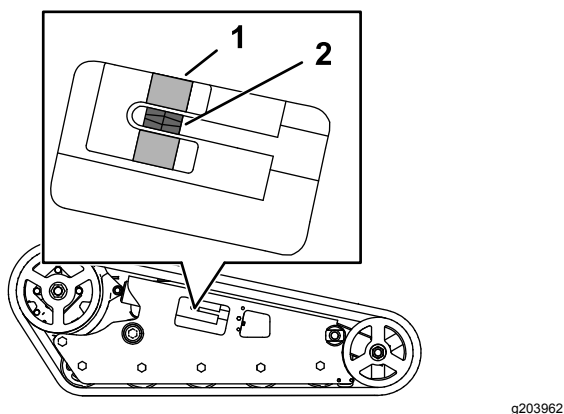

Figura 58
Compruebe que el bloque tensor está alineado con la guía verde de la pegatina, o que el bloque está a 1,3 cm del extremo trasero de la ranura del tubo tensor (Figura 58). Si no es así, ajuste la tensión de las orugas usando el procedimiento siguiente:
4. Usando una llave de carraca de ½", gire el tornillo tensor en sentido antihorario hasta que el bloque tensor quede alineado con la guía verde de la pegatina o esté a 1,3 cm del extremo trasero de la ranura del tubo tensor (Figura 58).